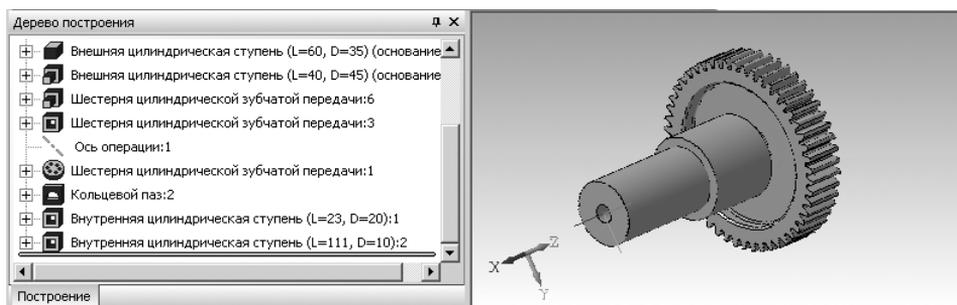

Рис. 3.97. Дерево построения и внутренняя цилиндрическая ступень трехмерной модели со стороны первой ступени
- щелкните на панели инструментов по кнопке – **ОК**. Появится второй внутренний контур цилиндрической ступени трехмерной модели (рис. 3.97). Одновременно в **Дереве построения** появятся соответствующие ветви построенного элемента.